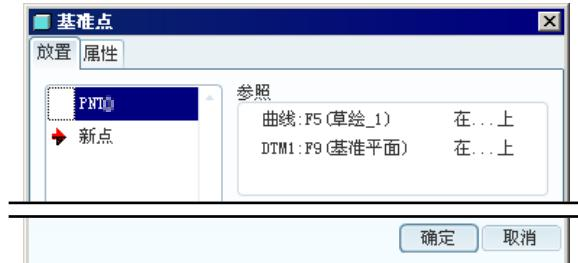

图 6.7.10 “基准点”对话框
- (1) 单击“创建基准点”按钮 , 系统弹出图 6.7.10 所示的“基准点”对话框。